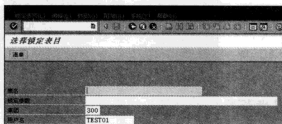

图 13-43 “选择锁定表目”界面
STEP 1 在命令栏中输入“SM12”命令，进入“选择锁定表目”界面，如图 13-43 所示。